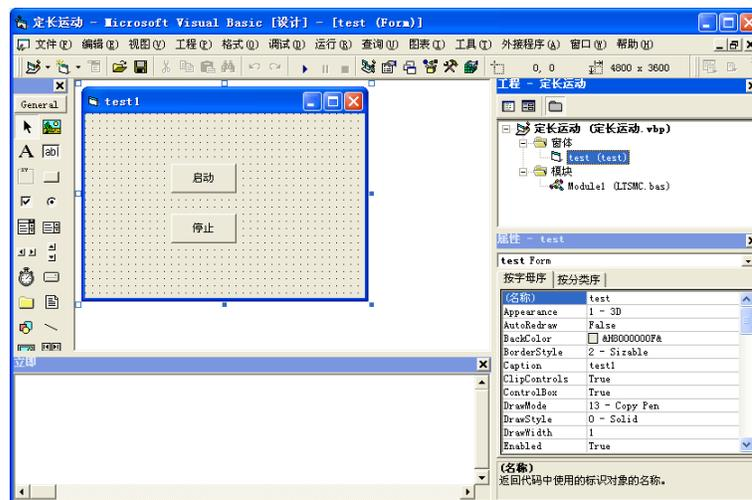

图6-13 添加头文件
- 5) 菜单中选择“工程”->“添加模块”->“现存”，找到test1 目录下的LTSMC.bas 文件，添加到工程中，如图6-13所示。